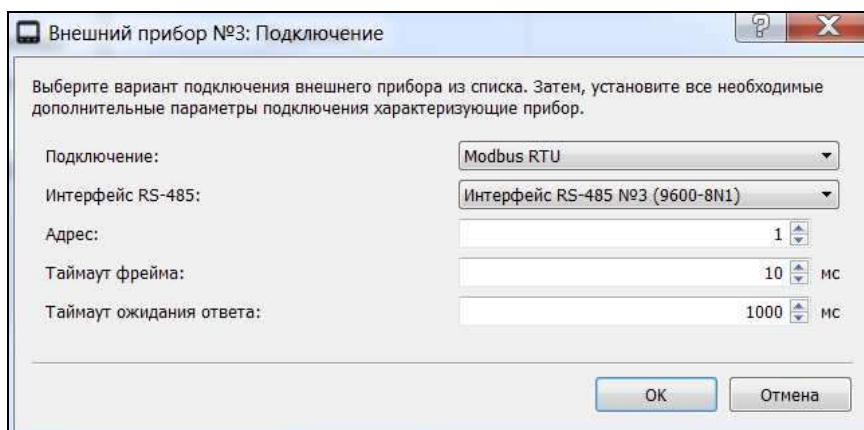

Рисунок 9 – Настройка параметров подключения внешнего прибора
3) В графе «Подключение» – задать параметры подключения соответствующего прибора по RS485. При этом при двойном щелчке мыши по соответствующей ячейке таблицы (в строке таблицы, соответствующей настраиваемому прибору) будет выведен диалог настройки подключения (рисунок 9). В указанном диалоге необходимо сначала задать протокол передачи через интерфейс RS485 в поле «Подключение», затем выбрать интерфейс RS485, через который подключен прибор, и уже затем задать все прочие параметры подключения в диалоге и нажать в диалоге кнопку «ОК».